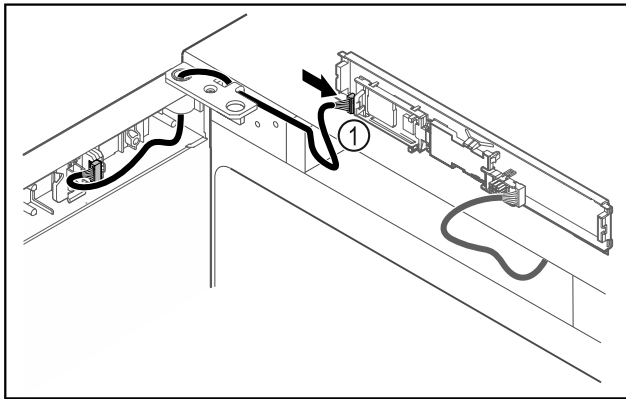

Fig. 50
- ▶ Sæt stikket Fig. 50 (1) i på printkortet.